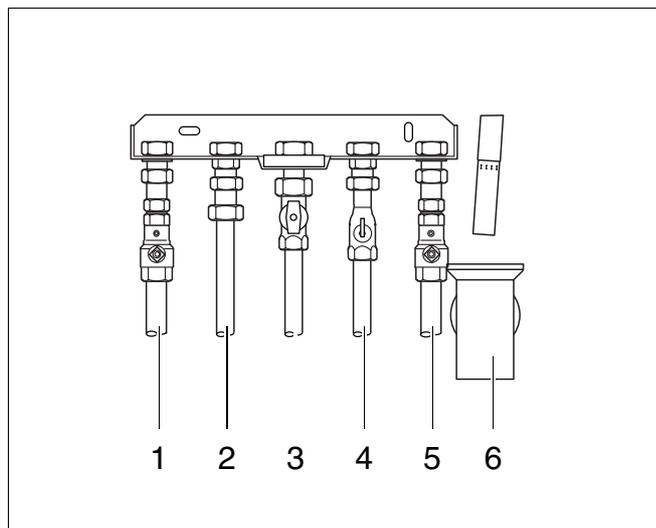
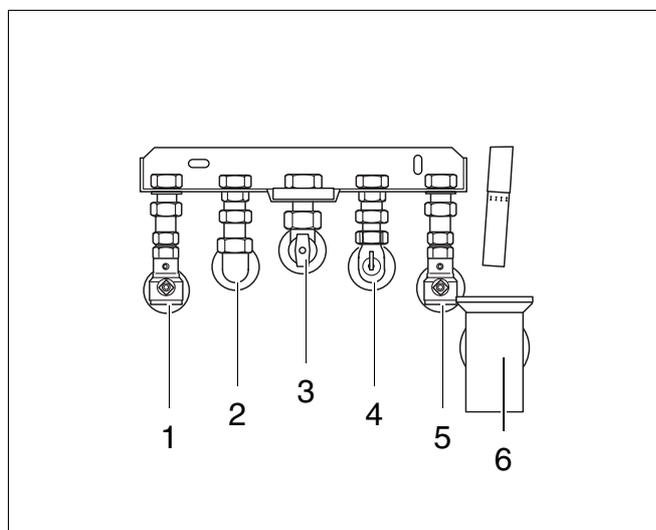

Fig. 2 Collegamento delle tubazioni soprintonaco
Fig. 3 Collegamento delle tubazioni sottointonaco
- Collegare le tubazioni senza creare tensioni meccaniche (fig. 2 e fig. 3).
- Collegare il tubo senza provocare tensioni meccaniche (fig. 2 e fig. 3).
- Collegare i tubi senza provocare tensioni meccaniche (fig. 2 e fig. 3).
Legenda fig. 2 e fig. 3: Collegamento delle tubazioni sottointonaco